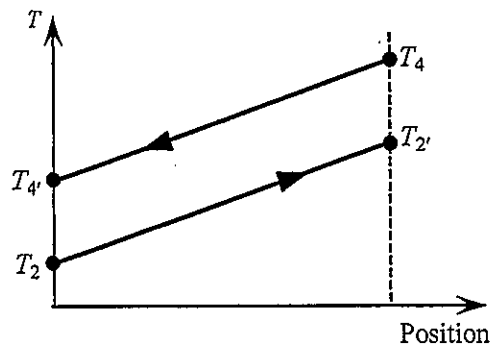

図 1-2
(5) 熱交換器におけるエントロピー生成量を  $C$ ,  $T_4$ ,  $T_2$ ,  $T_4'$ ,  $T_2'$  を用いて表せ。また、高温ガス、低温ガスの温度分布が図 1-2 に示すように流れに沿う座標方向（高温ガス、低温ガスで逆向き）に互いに平行な直線分布となることに注意し、エントロピー生成量が最大および最小となる温度効率  $\varepsilon$  の値をそれぞれ求めよ。